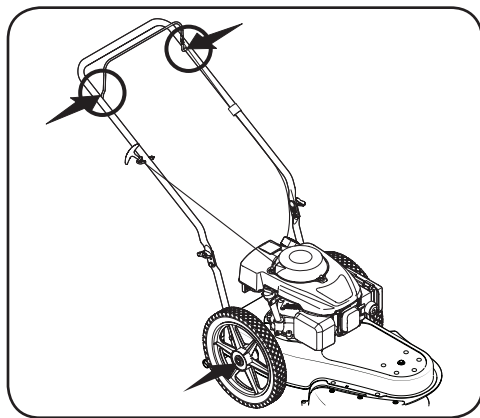

Figura 5-1
1. Lubrique con aceite ligero los puntos de pivote de la palanca de control al menos una vez por temporada. El control debe funcionar libremente en ambas direcciones. Consulte la Figura 5-1.
2. Lubrique las ruedas con aceite ligero o aceite para motor al menos una vez por temporada. Si las ruedas se quitan por cualquier motivo, debe lubricar con aceite ligero la superficie del perno del eje y de la cara interna de la rueda. Consulte la Figura 5-1.